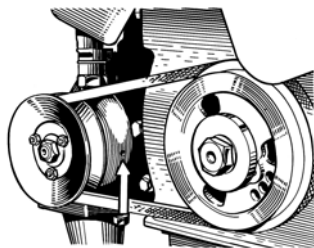

Рис. 27. Дренажное отверстие
6. Следить за исправностью уплотнения крыльчатки водяного насоса, имея в виду, что жидкость, просочившаяся в подшипники водяного насоса, выводит их из строя. О неисправности уплотнения свидетельствует течь жидкости из дренажного отверстия (рис. 27) на корпусе водяного насоса, закупоривать которое нельзя.